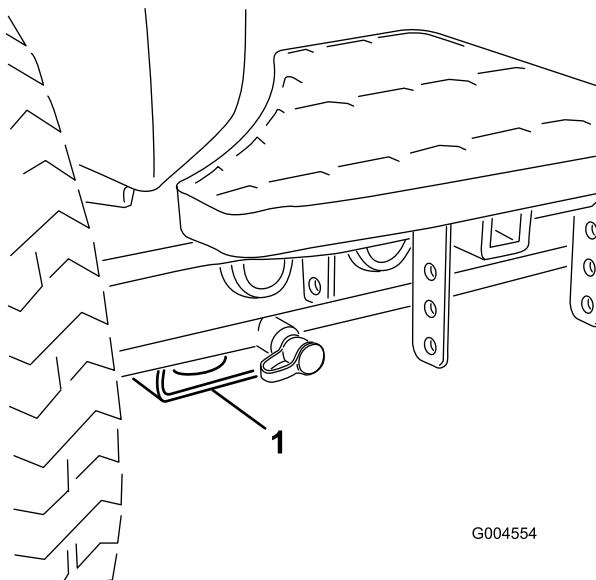

Figura 38
- Delantero – bloque rectangular, debajo del tubo del eje, al interior de cada rueda delantera (Figura 38).